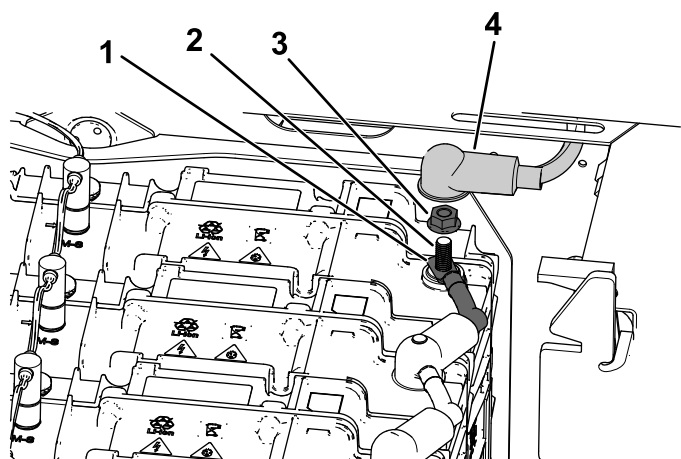

Figure 42
2. Retirez l'écrou à embase et le câble négatif (-) de la borne de la batterie (Figure 42).
1. Fixez le câble négatif (-) sur la borne de la batterie à l'aide de l'écrou à embase (Figure 42).
2. Recouvrez la borne négative (-) de la batterie avec le capuchon isolant (Figure 42).